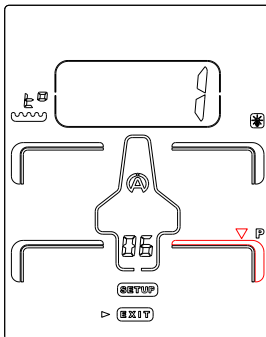
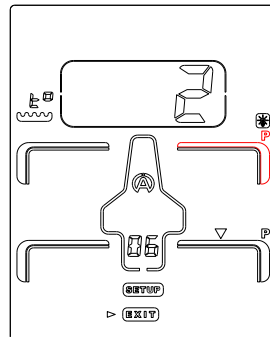

Figura 18
Figura 19
- 4) Premere il tasto centrale **Ok** per confermare la vostra scelta (*figura 18*).
Dopo aver confermato il 1° pneumatico, l'icona smetterà di lampeggiare, la cifra 1 compare nel « QUADRO ». Quindi, un'altra icona lampeggiante appare automaticamente, (*freccia rossa, figura 18*). Se quest'ultima si posiziona su un pneumatico diverso della sequenza scelta, ripetete le operazioni come spiegato prima (*figura 19*).